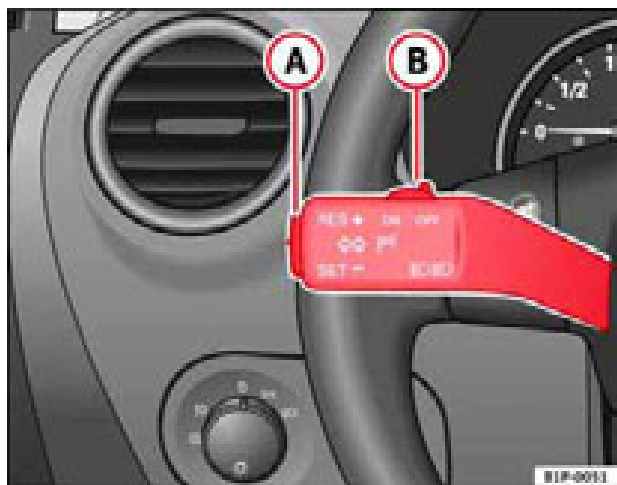

Fig. 124 Palanca de intermitentes y de luz de carretera: mando y tecla basculante para el regulador de velocidad
- Presione la parte superior de la tecla basculante **RES** ⇒ fig. 124 **A** para aumentar la velocidad. El vehículo acelerará mientras mantenga la tecla presionada. Al soltar la tecla quedará memorizada la nueva velocidad.
Si se reduce la velocidad programada pisando el pedal del freno, se desactiva el regulador de velocidad. Si quiere activar de nuevo el regulador, bastará con presionar una vez la parte superior de la tecla basculante **RES+** ⇒ fig. 124 **A**.